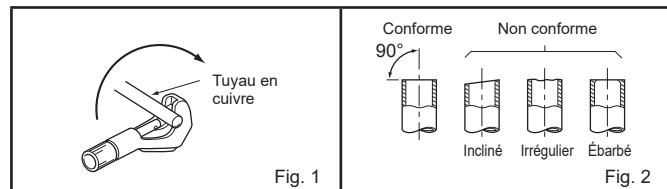

Fig. 1
- Fixez le joint droit (pour la tuyauterie arrière) / le coude (pour tuyauterie droite, gauche ou inférieure) à la plaque de conduit à l'aide d'un contre-écrou. Le filetage du tuyau de conduit / du coude apparaissant à l'intérieur doit être inférieur à 3/8 in. (10 mm). (Fig. 1) A l'extérieur, le coude doit sortir de moins de 1-3/16 in. (30 mm). (Fig. 2)
- Retirez le bouchon de vidange du côté arrière droit de l'unité interne. (Fig. 1)
- Le tuyau de vidange doit être dirigé vers le bas pour faciliter l'écoulement. (Fig. 1)
- 1) Coupez correctement le tuyau de cuivre avec un coupe-tuyaux. (Fig. 1, 2)